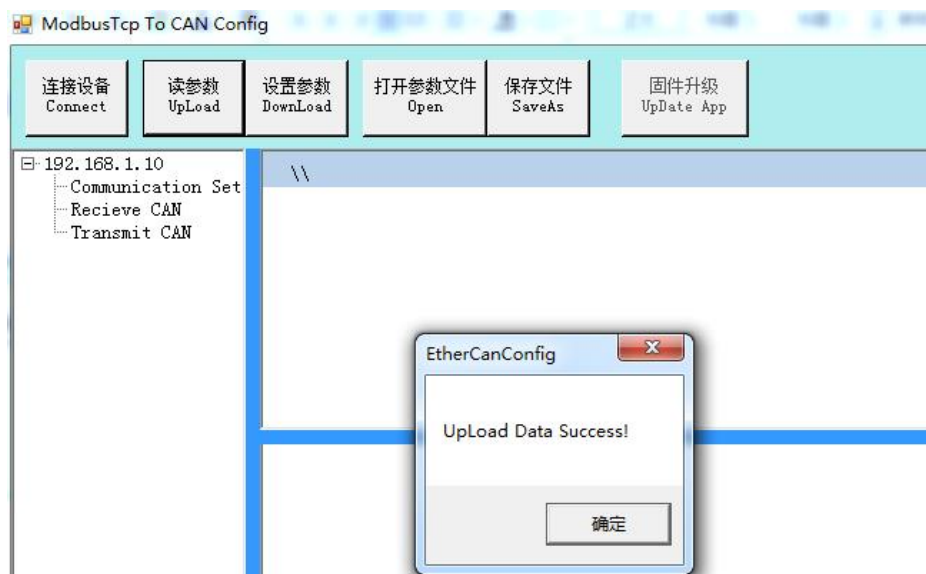

图 4.4 配置软件读参数成功
3. 连接后软件界面左面的栏中会显示连接设备的设置列表，这时可以点击“读参数 Upload”将设备中的参数上载到电脑。上载成功后会有如下图 4.4 信息显示。